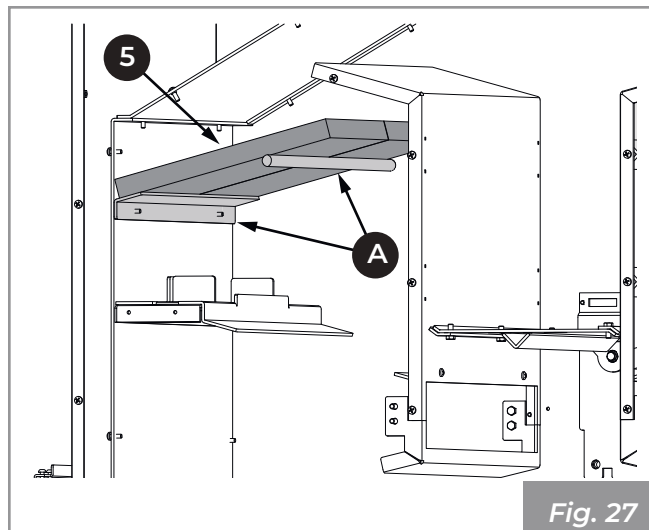

Fig. 27
- 2) Posizionare i pannelli (5) appoggiandoli sugli appositi supporti (A) (Fig. 27).